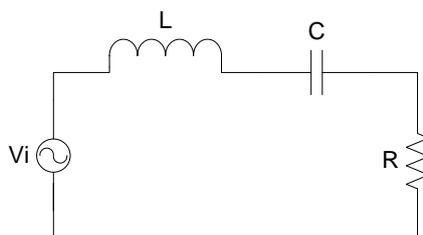

Figura 1. Circuito resonante RLC.
2. Arme el circuito de la figura 1 utilizando el inductor proporcionado por el instructor. El circuito de la figura es un circuito resonante